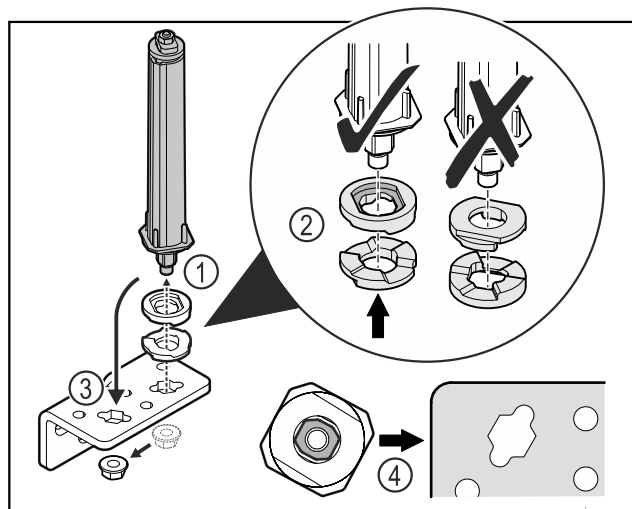

Fig. 50
- Moer losdraaien en deursluitsysteem verwijderen Fig. 50 (1).
- De correcte uitlijning van de hoogte-instelschijven in acht nemen Fig. 50 (2).
- Deursluitsysteem in de scharnierhoek verplaatsen en met de moer vastzetten Fig. 50 (3).
- Bij het plaatsen de correcte uitlijning van het deursluitsysteem in acht nemen Fig. 50 (4).